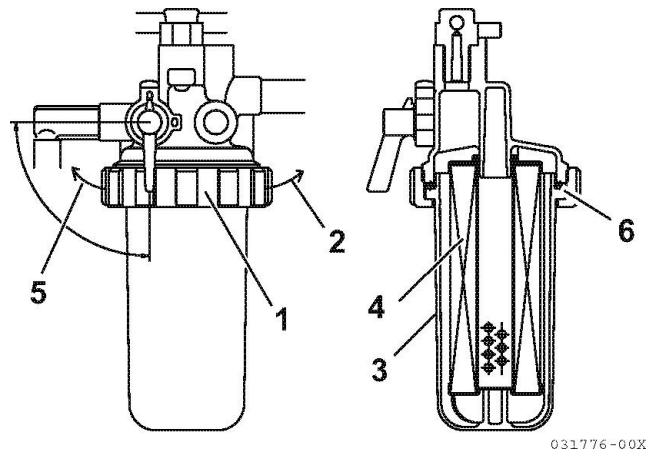

Рисунок 14
3. Повернуть стопорное кольцо (1, рисунок 14) налево (5, рисунок 14).
4. Осторожно снимите чашку (3, рисунок 14). Вылейте топливо в контейнер и утилизируйте отходы в соответствии с действующим законодательством и нормативными актами. Под основанием чашки держите полотенце, чтобы не допустить капания топлива. Немедленно вытрите любую пролитую жидкость.
5. Снимите топливный фильтр (4, рисунок 14), потянув его вниз.
8. Проверьте состояние кольцевого уплотнителя (6, рисунок 14). Замените кольцевой уплотнитель, в случае необходимости.
9. Установите чашку в монтажный фланец и поверните стопорное кольцо (1, рисунок 14) направо (2, рисунок 14), затянув его только усилием руки.